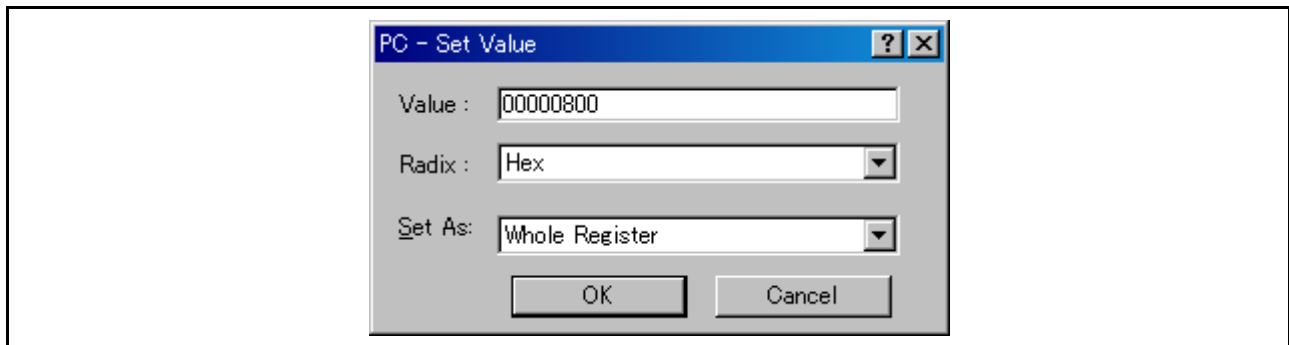

图 6.8 [Register]（寄存器）窗口
- 如果程序执行失败，则从 [Debug]（调试）菜单中选择 [Reset CPU]（复位 CPU），复位器件，然后重新执行从图 6.8 开始的步骤。